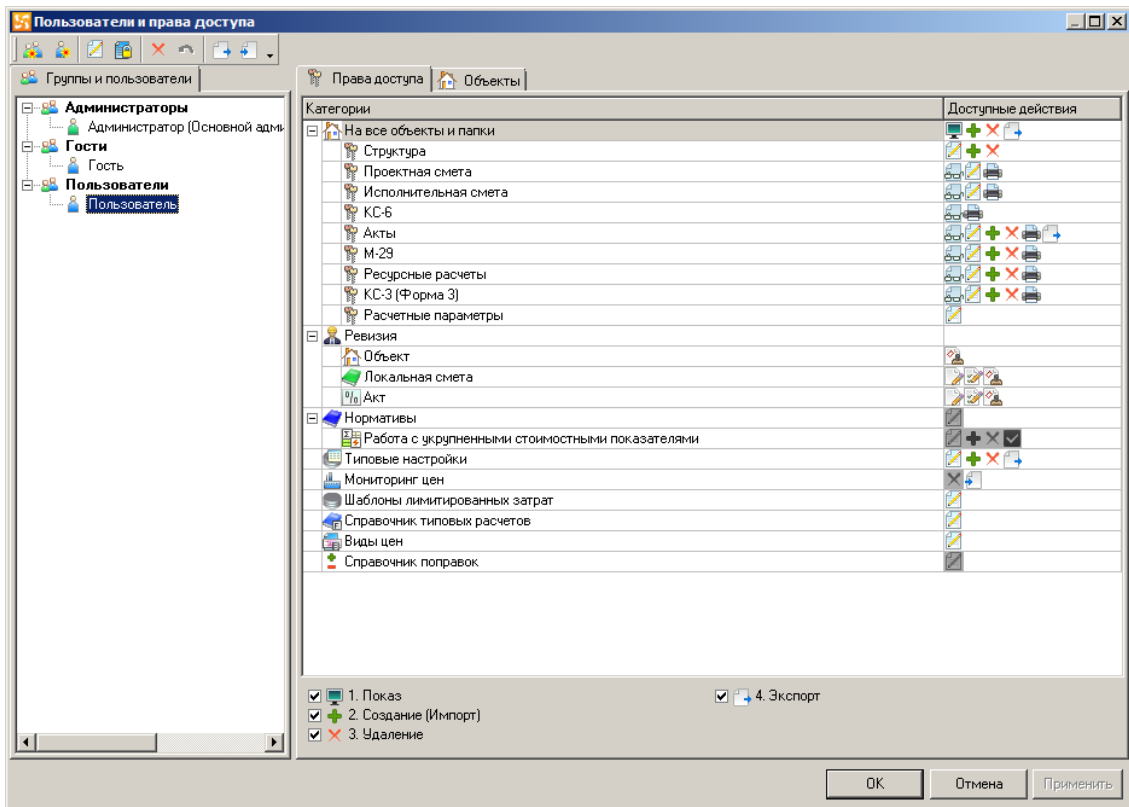

Рис. 1. Настройка прав доступа
Функция администрирования прав доступна через главное меню Комплекса **Настройки --> Администрирование --> Пользователи и права** (см. рис. 1).
- Общие права доступа (вкладка **Права доступа**). Это глобальная категория прав, не относящихся к конкретным объектам, а также права по объектам для всех элементов структуры, присутствующих в дереве объектов (см. рис. 1);